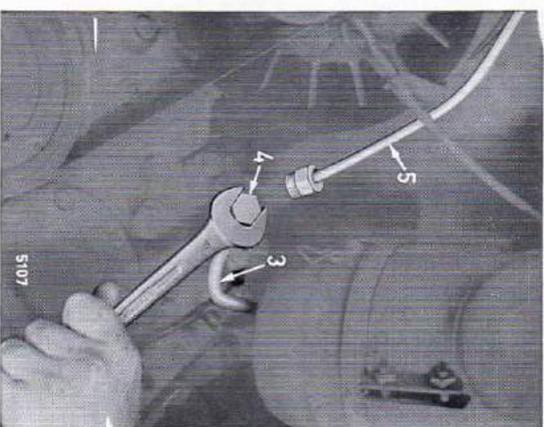

Fig. 16
— Figure 16 — conduisant à la pompe d'injection, il suffit de desserrer légèrement la vis creuse (4).
Si les tuyauteries (5) — Figure 16 — allant aux injecteurs ont été déposées, on devra également en effectuer la purge d'air. Pour cela, actionner le démarreur ou la manivelle de lancement aussi longtemps que nécessaire pour permettre au combustible de s'écouler sans bulles d'air au raccord fileté (6) — Figure 17 — préalablement serré.